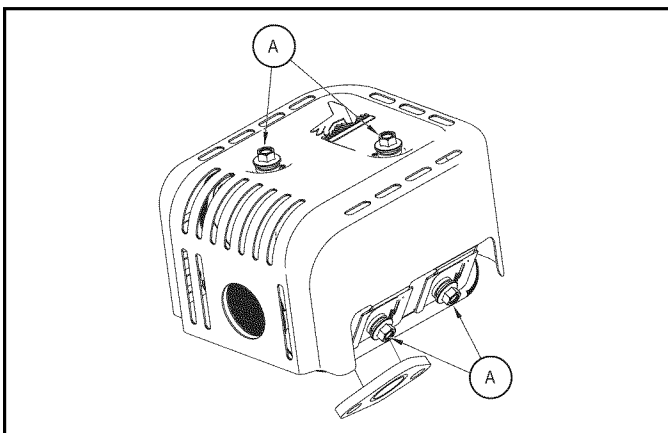

Figure 6-10. Enlever le protecteur thermique
1. Enlevez le protecteur thermique du silencieux en desserrant les quatre (4) boulons (A) (Figure 6-10).